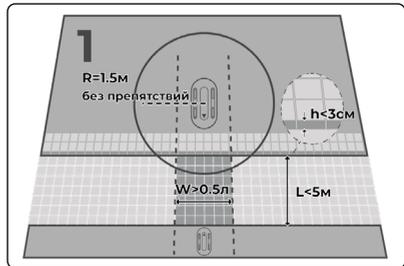

Рис. 15
- Найдите подходящее место (Рис. 15)
1. Убедитесь, что расстояние между зоной 1 и зоной 2 (L) не превышает 5 м. Убедитесь, что ширина дорожки (W) превышает половину расстояния между зоной 1 и зоной 2 и что на дорожке нет препятствий.